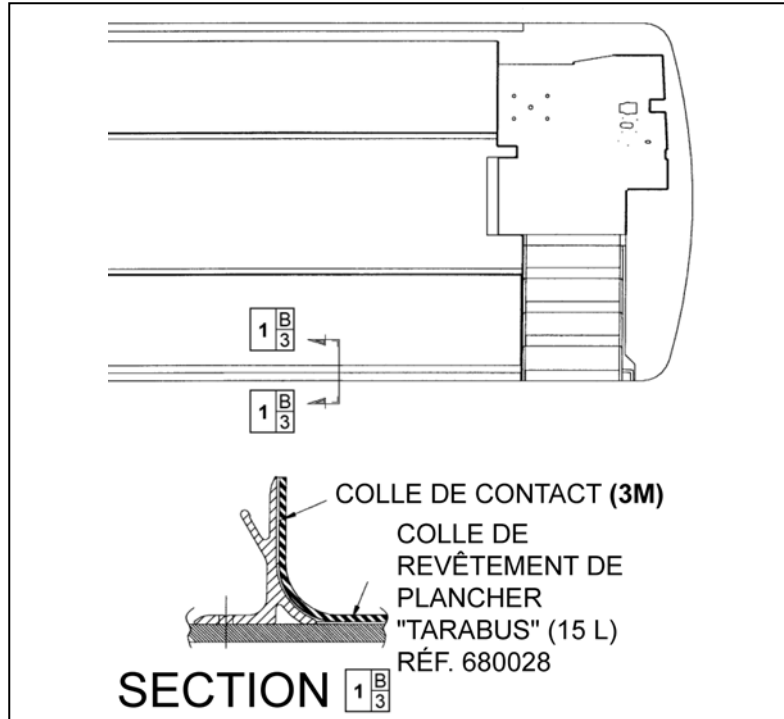

FIGURE 49 : APPLICATION DE LA COLLE POUR REVÊTEMENTS DE PLANCHER DE LA GAMME TARABUS 18640
6. Appliquer de la colle pour revêtement de plancher (680028) sur le contreplaqué à l'aide d'une truelle crantée avec une denture de 1/8 po. Si besoin, appliquer de la colle de contact (3M) (684655 ou 684654) sur le moulage en aluminium ainsi sur la partie du revêtement de plancher qui sera en contact avec le moulage (voir la figure 49).